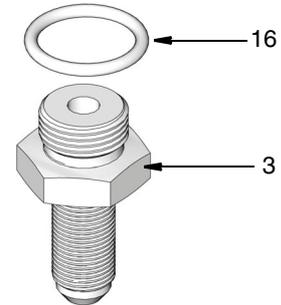

FIG. 3
3. Instale la junta tórica (16) en el racor del mamparo (3) como se muestra en la FIG. 3.